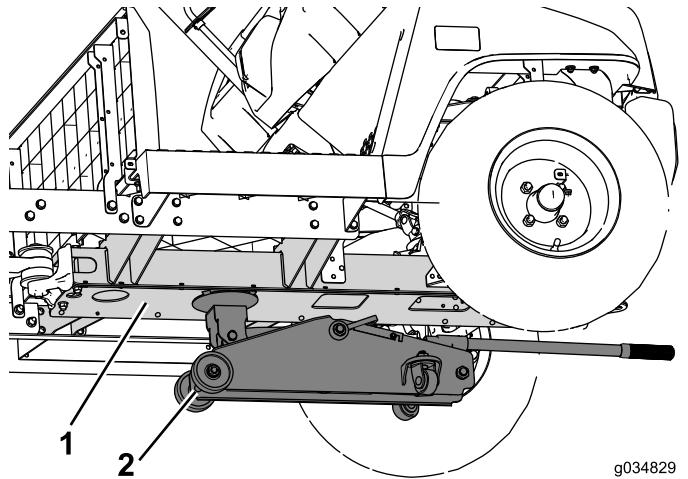

Рисунок 64
2. Установите напольный домкрат под центральный швейлер, чтобы поддерживать переднюю часть автомобиля (Рисунок 64).